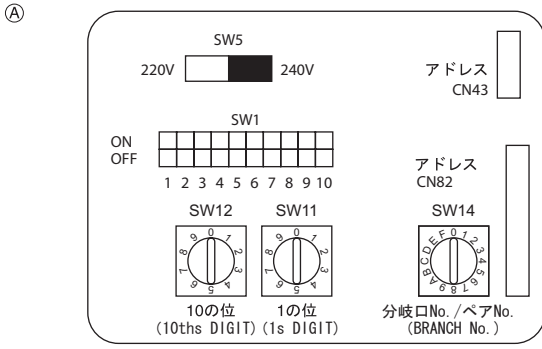

Fig. 5-5
5.5. Adreslerin düzenlenmesi (Fig. 5-5)